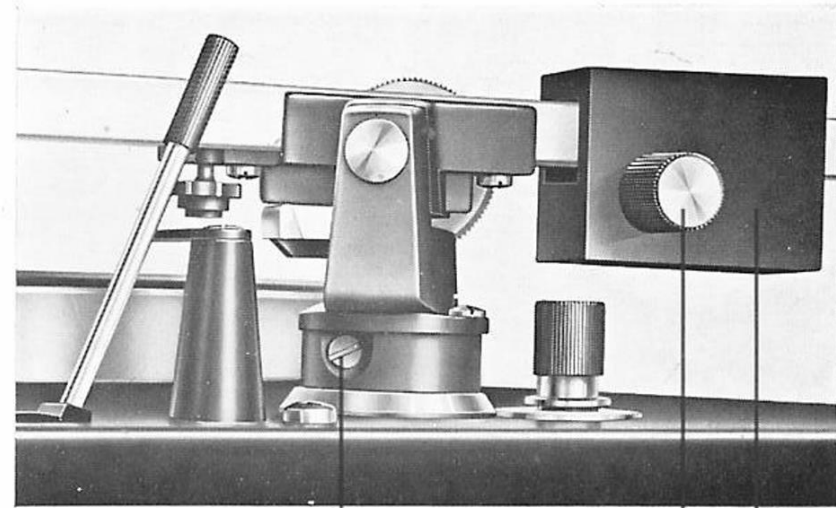

Fig. 7
Das Gegengewicht oder Tonarmausgleichsgewicht (Fig. 7–10) wird auf das hintere Tonarmende aufgeschoben, soweit wie es geht. Dann bewegt man es weiter zur Verwendung des Triebknopfes 10 A (Fig. 7). Der Triebknopf an dem Gegengewicht soll auf der Chassis-Außenseite sein und dient dazu, das Gegengewicht vorwärts und rückwärts zu verschieben, um eine exakte Tonarmbalance einzustellen.
2.4 Tonarmlift (Fig. 7–11)
Diese Einstellung ist schon im Werk mit einem ELAC-Tonabnehmer-System ausgeführt worden. Wenn ein Tonabnehmer anderen Typs eingebaut wurde, kann eine Korrektur notwendig werden. Man schließt das Gerät an das Netz an (s. Absatz 1.8), stellt die gewünschte Plattenteller-Drehzahl mit Hilfe des Hebels (Fig. 1–2) ein und legt eine 17, 25 oder 30 cm Platte auf den Teller. Dann löst man die Tonarm-Verriegelung (Fig. 12–12) durch Drehen des Riegels in die Stellung „grün“. Das Gerät wird in Gang gesetzt durch Druck auf die betreffende Starttaste. Der Plattenteller beginnt sich zu drehen, der Tonarm hebt von der Stütze ab, schwenkt ein und senkt sich in die Einlaufrille der Platte. Wenn notwendig, korrigiert man den Aufsatzpunkt der Nadel durch Drehen der Schlitzschraube 24 (Fig. 7–24) am Tonarmsockel. Drehung der Schraube im Uhrzeigersinn verändert den Aufsatzpunkt nach außen. Drehung im entgegengesetzten Sinn nach innen.